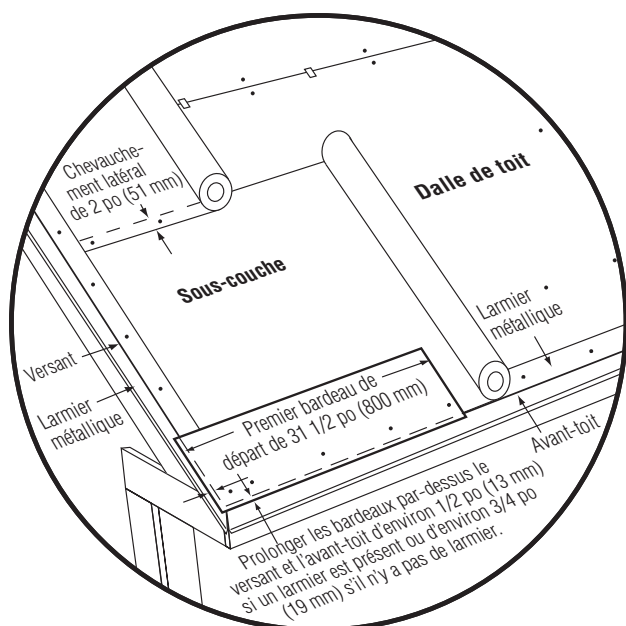

Figure 17-8 : Détail de la sous-couche, du premier bardeau de départ et du larmier pour une pente standard.
- ◆ Pour les deux modèles, retrancher  $4\frac{1}{2}$  po (114 mm) sur la largeur du côté gauche de la première bande de départ et poser la pièce restante sur le coin inférieur gauche du toit. Ce bardeau de départ de  $31\frac{1}{2}$  po (800 mm) doit dépasser du versant et de l'avant-toit d'environ  $\frac{1}{2}$  po (13 mm) si un larmier est utilisé et de  $\frac{3}{4}$  po (19 mm) s'il n'y a pas de larmier. Continuer de poser des bardeaux de départ entiers de 36 po (914 mm) tout le long de l'avant-toit (figure 17-8).